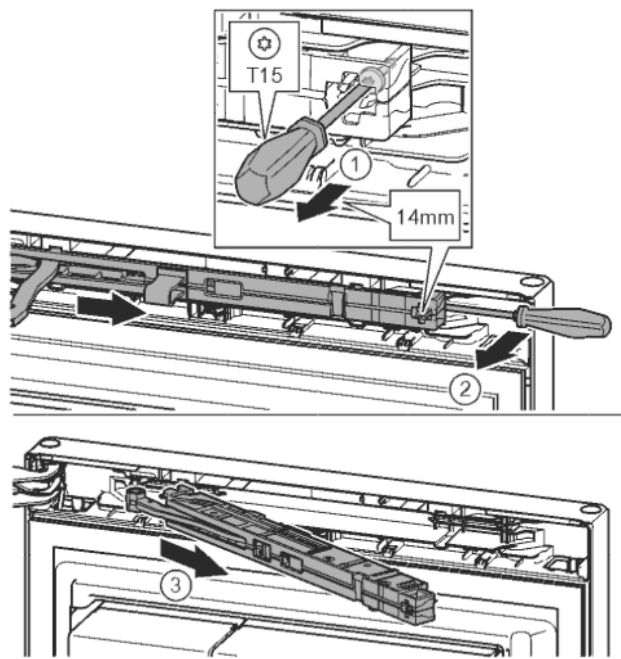

Fig. 14
- Ослабить винт на узле амортизатора с помощью отвертки T15 примерно на 14 мм. Fig. 14 (1)
- Отверткой со стороны ручки переместить за узел амортизатора и повернуть вперед. Fig. 14 (2)
- Извлечь узел амортизатора. Fig. 14 (3)